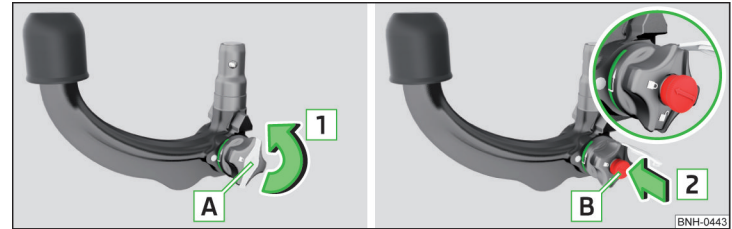

Abb. 218 Kappe vom Schloss abnehmen / Schlüssel in das Schloss stecken
- Die Kappe **A** vom Schloss in Pfeilrichtung **1** » Abb. 218 abnehmen.